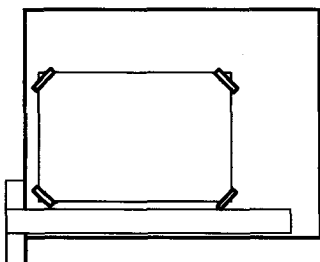

图 1-12 图纸的固定
- (1) 安放绘图桌或绘图板时, 应使光线从图板的左前方射入。
- (2) 充分了解所画图样的内容和要求。
- (3) 准备必要的制图工具、仪器和用品。
- (4) 固定图纸: 将图纸的正面向上贴于图板上, 在对角线的相对位置用胶带纸固定, 如图 1-12 所示。固定图纸时, 尽可能靠近左下角, 但要注意图纸底边与图板下边的距离略大于丁字尺尺身的宽度。